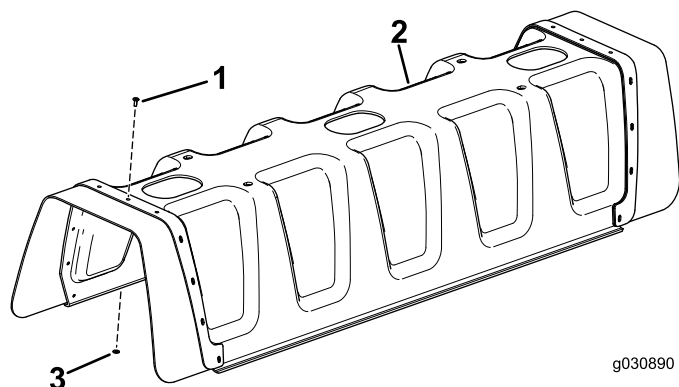

図 4
3. 中央ブームカバーに、ポップリベット3/16 x 1/2 インチ11本とワッシャ3/16 インチを取り付ける 図 4。